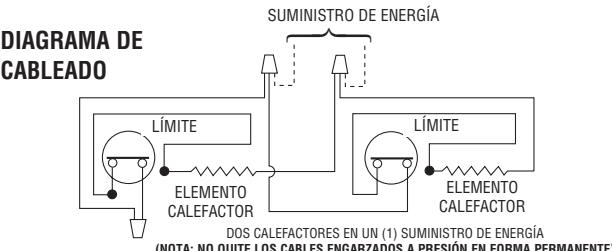

**Figura 8. Cableado a través de la abertura de la caja de conexiones**
- Si la fuente de alimentación va a alimentar calefactores en la caja de conexiones adyacente a otro calefactor, es más fácil hacer las conexiones de alimentación antes de la instalación del (de los) calefactor(es) en la pared. Si esto no fuera posible, pueden hacerse las conexiones a través de la abertura de las cajas de conexiones cuando se quite(n) la(s) cubierta(s) frontal(es). Vea la Figura 8.